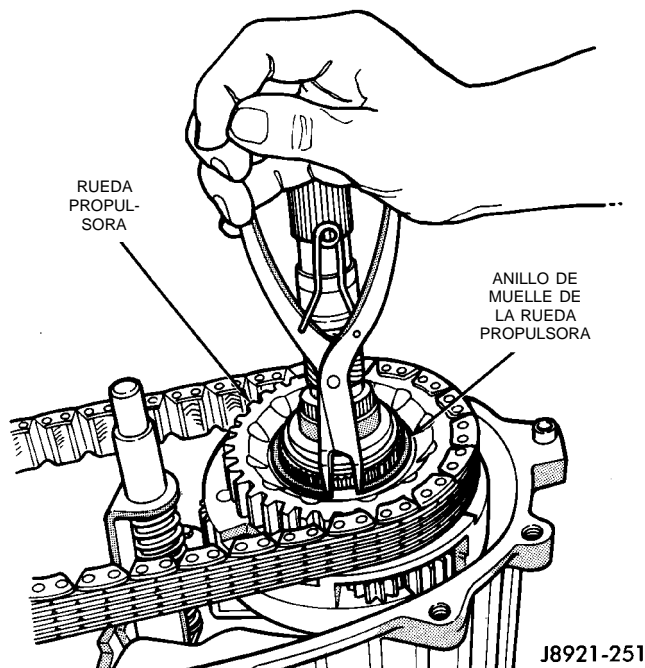

Fig. 23 Desmontaje del anillo de muelle de la rueda propulsora
(1) Retire el anillo de muelle de la rueda propulsora (Fig. 23).